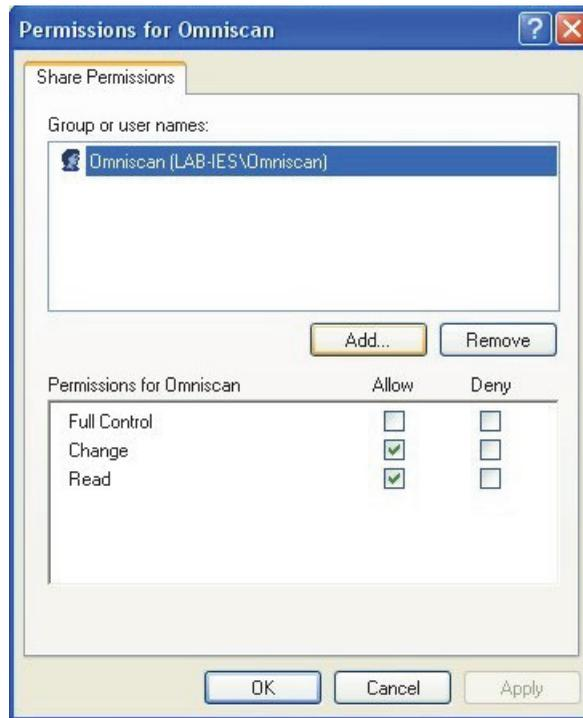

Abbildung 7-17 Dialogfeld Berechtigungen für Omniscan (Windows XP)
11. Zurück im Dialogfeld **Berechtigungen für Omniscan** wählen Sie in der Spalte **Zulassen** die Kästchen **Ändern** und **Lesen** aus und klicken Sie dann auf **OK** (siehe Abbildung 7-17 auf Seite 231).